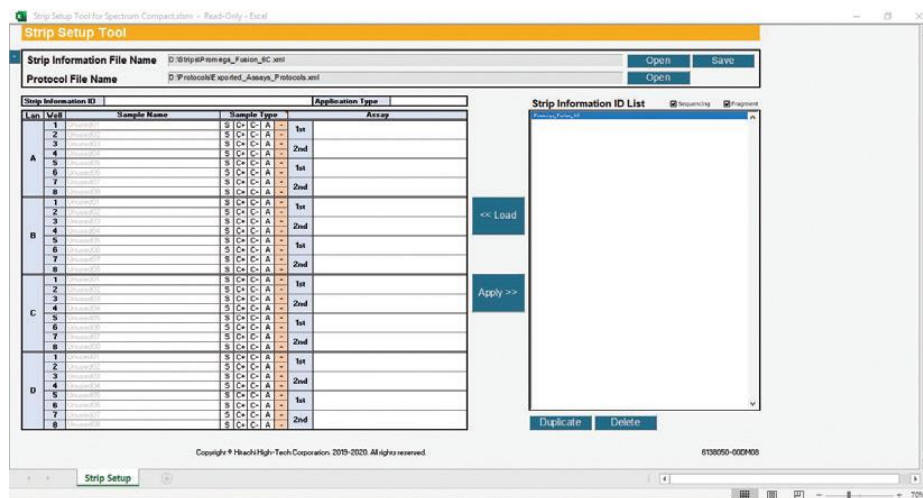

図 217 Strip Information File Name に Strip .xml ファイルが表示された Strip Setup Tool for Spectrum Compact 画面
Strip information file read complete というウィンドウが表示されますので、**OK** を選択し、このウィンドウを閉じます。strip.xml のファイル名が、Strip Setup Tool の上部にある Strip Information File Name ボックス内に表示されます。(図 217)
- 画面右側の Strip Information ID List の希望する Strip を選び、**Load** を選択します。(図 217)